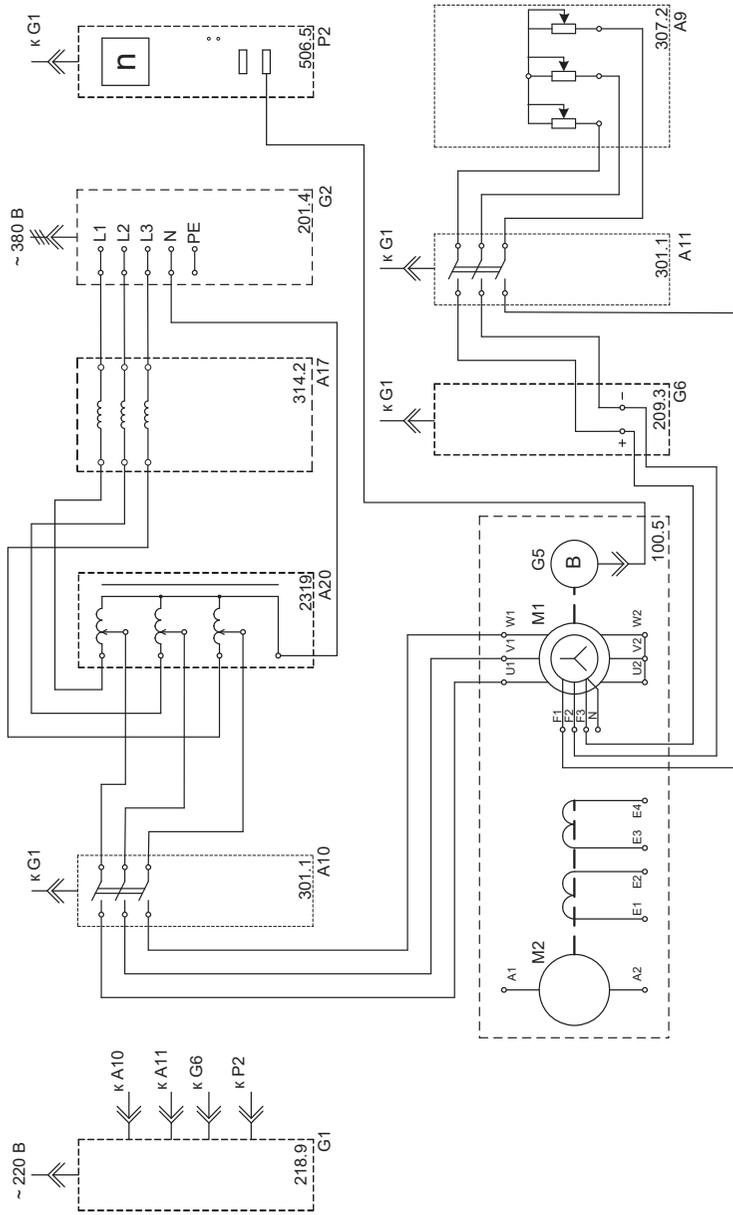

Рис. 6.1
- Соедините аппаратуру в соответствии с электрической схемой, приведенной на рис. 6.1.